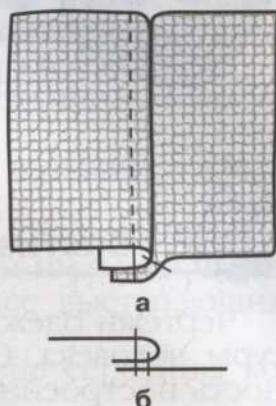

Рис. 19. Настрочной шов: а — шов; б — условное изображение шва
Настрочной шов. Срезы шва разутюживают на одну сторону и закрепляют с лицевой стороны отделочной строчкой (рис. 19).
1. Рассмотрите рисунок 19, выполните настрочной шов на образце и оформите образец в альбом.